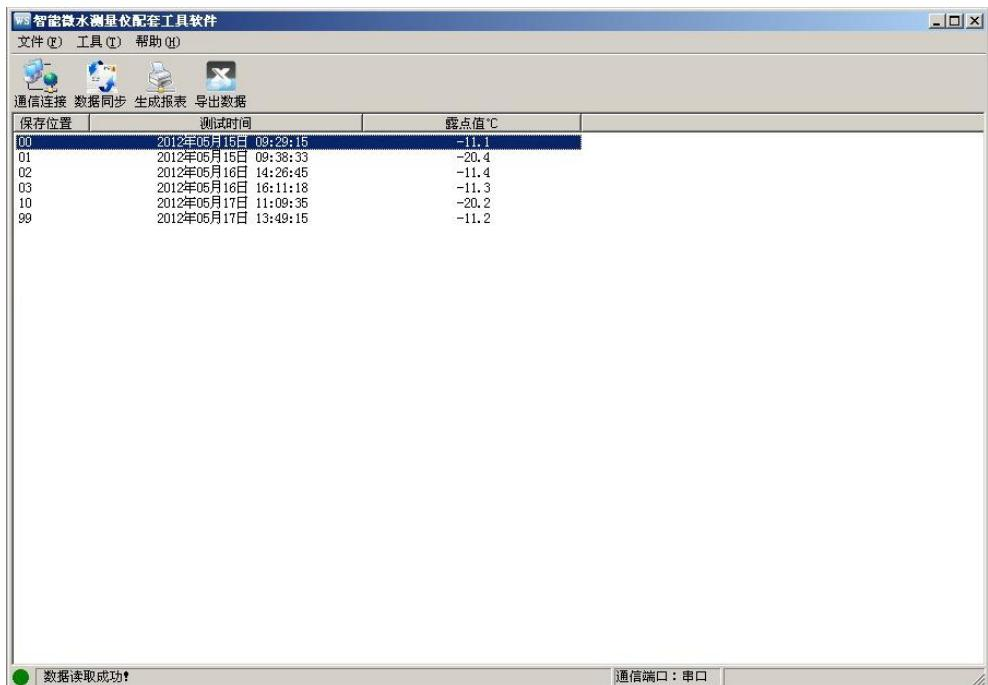

图 19 数据同步
- ①仪器开机后没有进入计算机通信界面；
- ②USB 数据线或串口数据线连接不稳定；
- ③使用 USB 数据线，但 USB 驱动程序没有正确安装；
- ④安装 USB 驱动程序后，没有重新拔插 USB 数据线。
- (4)数据同步。点击“数据同步”按钮，读取仪器中的测量数据。在读取数据时，状态栏的右下角位置显示当前读取数据的位置，读取数据时只读取该位置的有效数据。读取完毕状态栏显示“数据读取成功”，此时光标停留在测量列表的最下方，窗口右方对应的值为光标所在位置的测量数据，如图 19 所示。